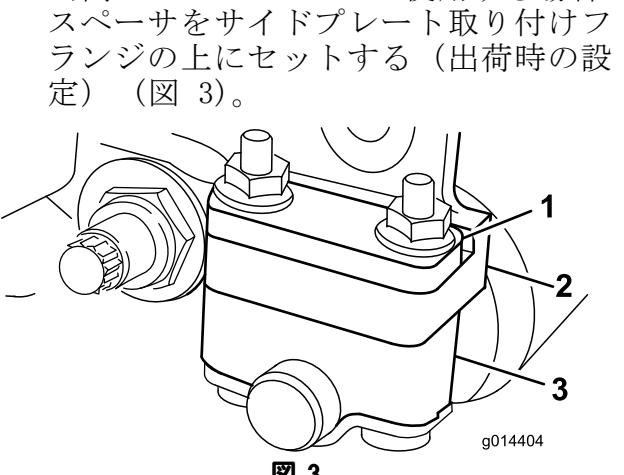
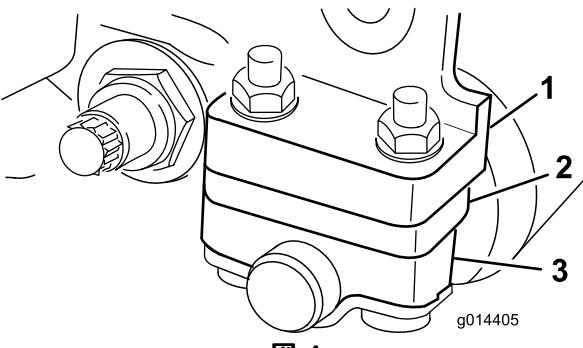

図 3
図 4
1. 使用する刈高範囲に合わせて後ローラ・ブラケットの取り付け位置を上位置または下位置に変更する(図 3 and 図 4)。
- ・ 刈高範囲が 3~25.4 mm の場合は、スペーサを、取り付けフランジの下にセットする(図 4)。